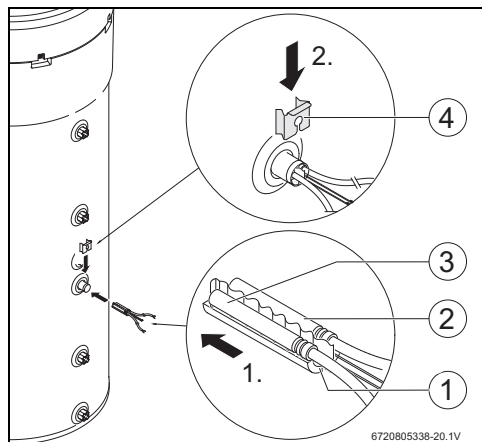

Fig. 7
- ▶ Monter le kit de montage (fig. 7, [1]), la sonde de température raccordée à l'accessoire (fig. 7, [2]) et la sonde de température raccordée au régulateur (fig. 7, [3]) et positionner comme indiqué dans la fig. 7.
- ▶ Installer le clip de fixation (fig. 7, [4]).